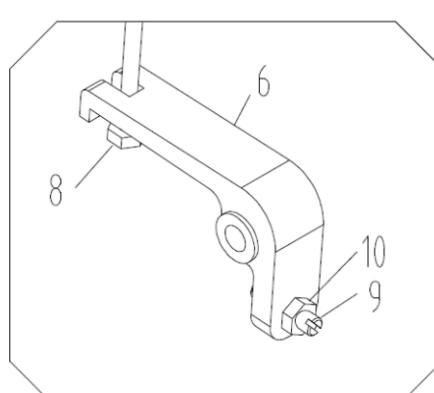

Bild 4
- **Justerings av nedsänkningsventil:** Skruven 9 används för justering av gaffelns läge. Om gaffeln sänks omedelbart efter lyftet ska skruven 9 vridas något moturs. Upprepa detta tills gaffeln kan lyftas normalt. Om gaffeln inte kan sänkas omedelbart efter lyftet ska skruven 9 vridas något medurs. Upprepa detta tills gaffeln kan lyftas normalt. Den yttre sexkantmuttern 10 på skruv 9 låser skruven. Du måste därför lossa den yttre sexkantmuttern 10 före justering. Dra fast den efter avslutad justering. (*Bild 4*)